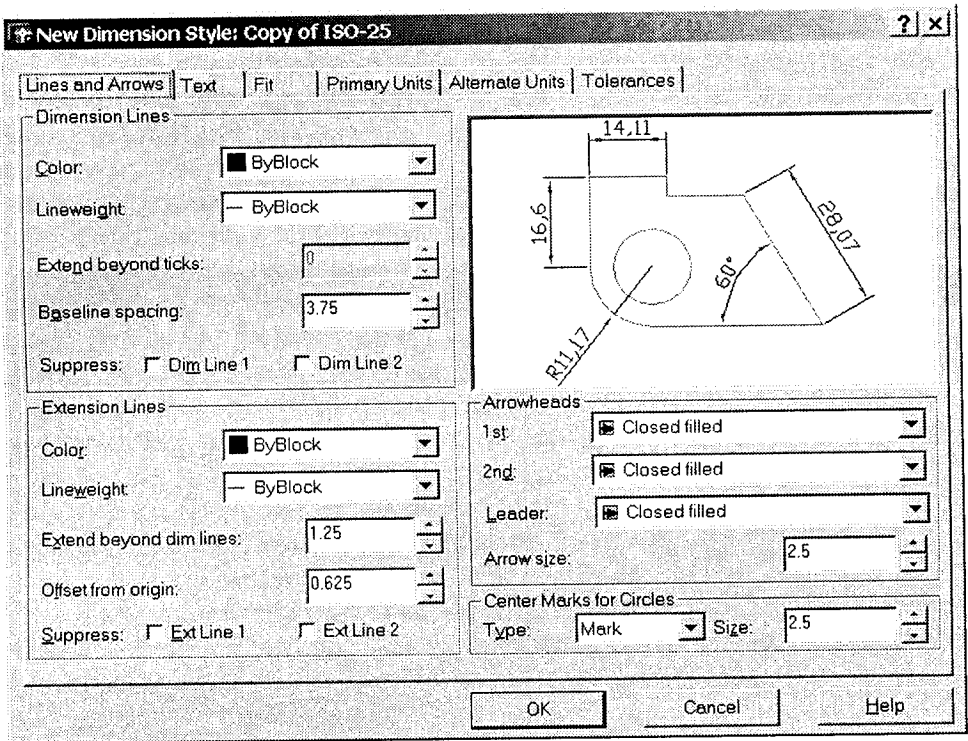

Рис. 8.3
Після означення у вікні **Create New Dimension Style** усіх установок потрібно натиснути кнопку **Continue**, щоб викликати діалогове вікно **New Dimension Style** (див. рис. 8.3).
**Вкладка Lines and Arrows** (див. рис. 8.3) дозволяє задати властивості розмірних та виносних ліній, стрілок та маркерів центра. Ця вкладка містить чотири області: **Dimension Lines** (Розмірні лінії), **Extension Lines** (Виносні лінії), **Arrowheads** (Стрілки) та **Center Marks for Circles** (Маркери центрів для кіл).
5. В області **Dimension Lines** на вкладці **Lines and Arrows** діалогового вікна **New Dimension Style** (див. рис. 8.3) введіть у полі введення **Baseline Spacing** значення відстані між розмірними лініями, що наносяться від однієї бази, наприклад, 10.